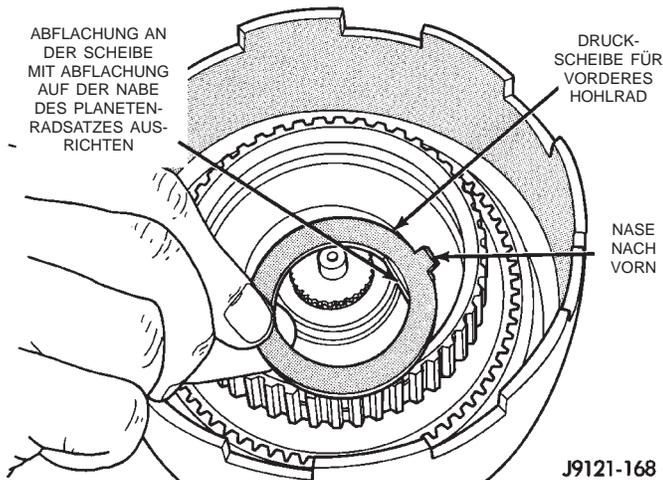

Abb. 161 Anlaufscheibe für vorderes Hohlrads einbauen
(19) Anlaufscheibe in vorderes Hohlrad einlegen (Abb. 161). **Abflachung an der Scheibe mit der Abflachung an der Nabe des Planetenradsatzes ausrichten. Außerdem ist darauf zu achten, daß die Nase der Scheibe nach oben weist.**